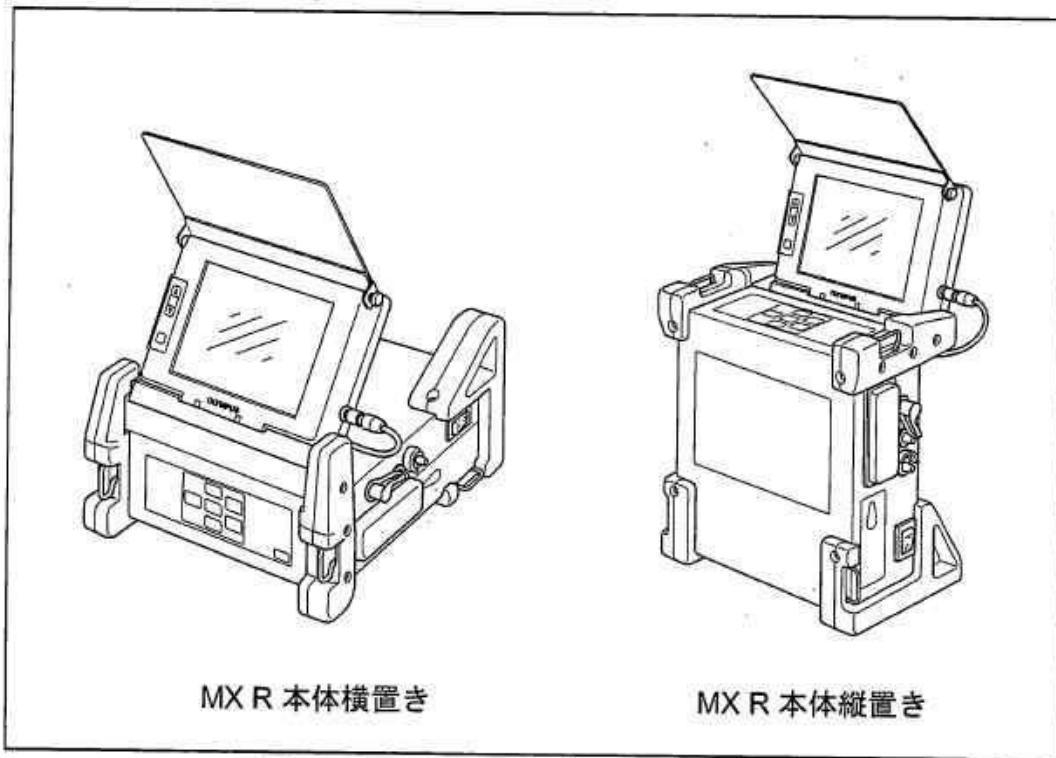

図 3.5
- IPLEX MX R 本体を、平らな場所に、がたつかないように置いてください。本体は横置きと縦置きの 2 方向に置くことができます（図 3.5 参照）。